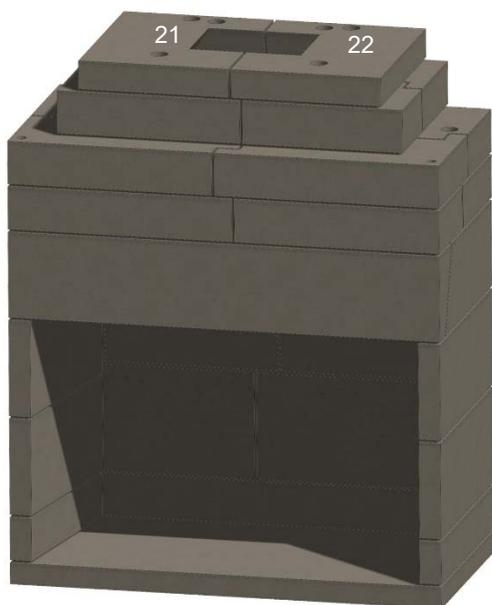

Figure 17. Capuchon de gorge
L. Installez les pièces du capuchon de la gorge, articles 21 et 22. Voir la figure 17.